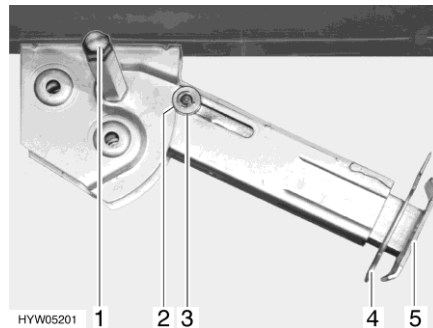

Fig. 42 Apoyo de elevación
- Colocar la llave de vaso en el hexágono (Fig. 42,1) y girarla hasta que el apoyo de elevación quede verticalmente hacia abajo.
- Extraer la clavija hendida (Fig. 42,4) de la prolongación del pie de apoyo (Fig. 42,5).
- Colocar la llave de vaso en el hexágono (Fig. 42,1) y girarla hasta que el apoyo de elevación esté de nuevo libre del suelo.
- Introducir totalmente la prolongación del pie de apoyo (Fig. 42,5) e introducir la clavija hendida (Fig. 42,4) en el orificio previsto para ello que hay en la prolongación del pie de apoyo.
- Girar con la llave de vaso en el hexágono (Fig. 42,1) hasta que el apoyo de elevación bascule hacia arriba y la arandela de guía (Fig. 42,3) esté totalmente introducida en la entalladura (Fig. 42,2).